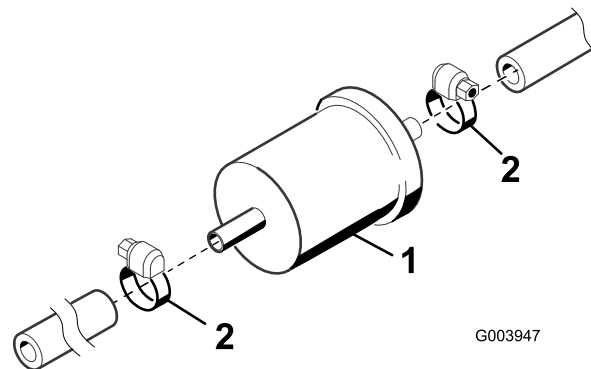

**Bild 64**
1. Ermitteln Sie den Kraftstofffilter, der sich an der linken Rahmenschiene vor der Kraftstoffpumpe befindet (Bild 64).